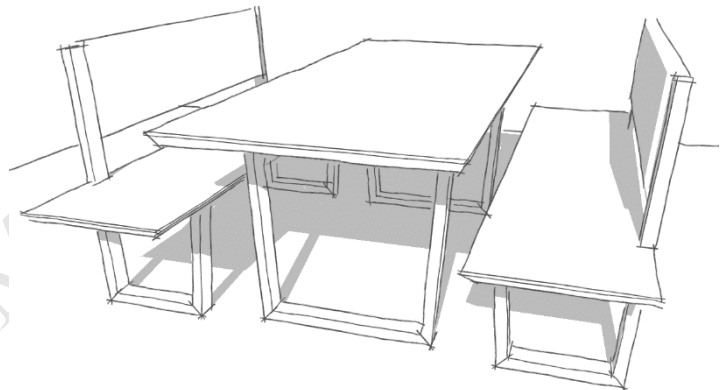

Abbildung 1: Entwurf Esstisch mit Sitzbank
1. Im Beratungsgespräch sind noch einige Punkte zu klären. Die meist noch nicht genau formulierten Kundenwünsche und -vorstellungen können mit der Erstellung eines Anforderungskataloges klar erfragt und festgelegt werden. Formulieren Sie Fragen, deren Antworten die endgültige Ausführung des Auftrages (Abb. 1) festlegen.